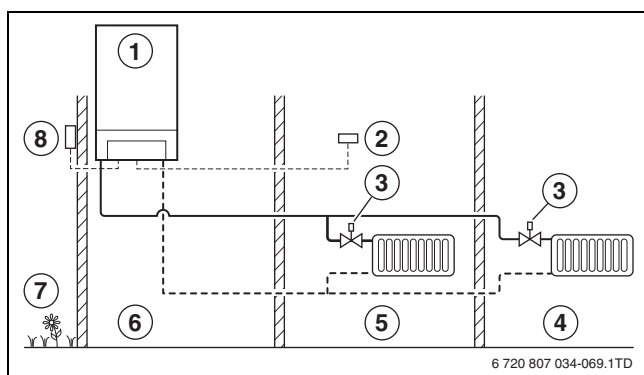

Fig. 24 Principe de régulation en fonction de la température extérieure
- Pour la régulation en fonction des conditions climatiques, la température dans toutes les pièces est réglée par des vannes de radiateurs thermostatiques placées sur les radiateurs. Le lieu d'installation de la régulation peut être choisi librement (→ fig. 24).